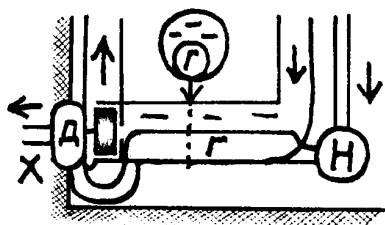

рис.1
4. Использование внешнего тепла (Солнце, воздух, вода, грунт) для восстановления внутренней энергии использованного воздуха. Работа совмещенного ТГ показана на **рис.1**, где Н - воздушный насос (компрессор), сжимающий воздух из обогреваемого и вентилируемого помещения; Д - турбодетандер (автор экспериментировал со стоматологической турбобормашинкой чехословацкого производства), сжимающий воздух, который покидает помещение (выходит наружу), Г - горячий контур. Холодным контуром (Х) служит окружающая среда. Водяным насосом в данном устройстве работает ТГ Потапова, для чего в роторе проделана специальная канавка.